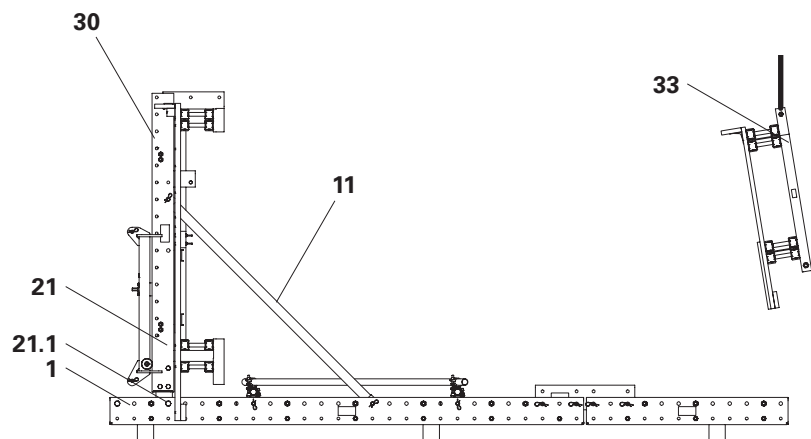

Fig. E2.03
4. Allentare l'attacco a vite tra la trave per piattaforma finale e la guida di ripresa e sollevare la piattaforma finale su un lato con una gru per lo smontaggio. (Fig. E2.03)